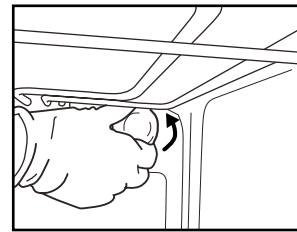

Fig. 6
2. Desatornille la tapa de la bombilla (Fig. 6), cambie la bombilla (véase la nota para el tipo de bombilla) y vuelva a atornillar la tapa.